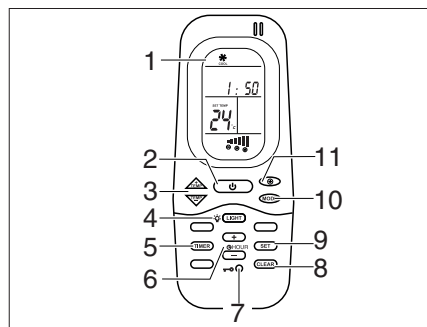
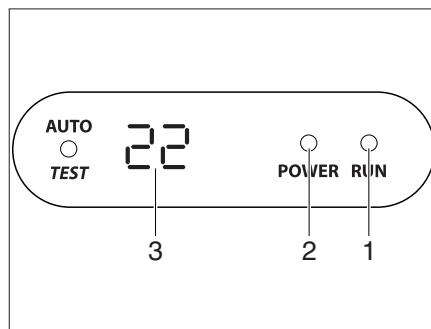

Fig. 305 Mando a distancia
Fig. 306 Pantalla en el difusor
La instalación de aire acondicionado está colocada en el techo del vehículo. El mando a distancia (Fig. 305) de la instalación de aire acondicionado está en la zona de la cocina.
La instalación de aire acondicionado está lista para el funcionamiento. El LED (Fig. 306,2) en la pantalla del difusor se ilumina de color rojo.
- Para la conexión, pulsar el interruptor ON/OFF (Fig. 305,2) en el mando a distancia. El LED (Fig. 306,1) se enciende en color verde cuando la instalación de aire acondicionado está funcionando en el modo de refrigeración. El LED (Fig. 306,1) se enciende en color rojo cuando la instalación de aire acondicionado está funcionando en el modo de calefacción.
- Ajustar con la tecla MODO (Fig. 305,10) el modo de funcionamiento deseado.
- Si es necesario, ajustar con la tecla (Fig. 305,11) el nivel deseado del ventilador y con las teclas (Fig. 305,3) la temperatura ambiente.
- Para la desconexión, volver a pulsar el interruptor ON/OFF (Fig. 305,2) en el mando a distancia.
- Para la programación, encender la instalación de aire acondicionado con el interruptor ON/OFF (Fig. 305,2) en el mando a distancia.
- Pulsar la tecla TIMER (Fig. 305,5). Se activa la indicación ON de la hora de inicio.
- Ajustar la hora con las teclas TEMP (+/-) (Fig. 305,3).
- Volver a pulsar la tecla TIMER (Fig. 305,5). Se activa la indicación OFF de la hora de inicio.
- Volver a pulsar la tecla TIMER (Fig. 305,5).
- Una vez finalizado el ajuste, pulsar la tecla SET (Fig. 305,9).
- Para borrar la programación del temporizador, pulsar la tecla CLEAR (Fig. 305,8).